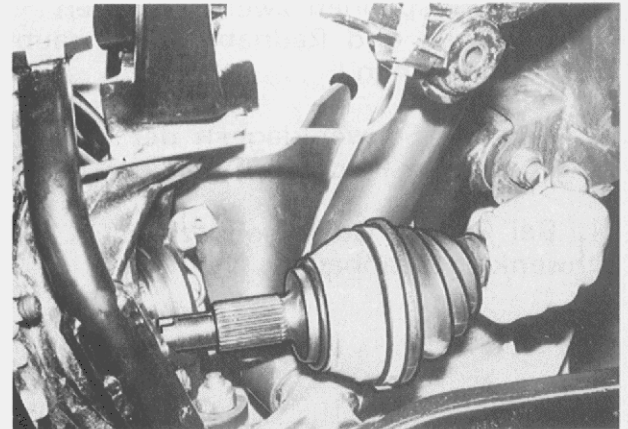

Bild 292
8. Gelenkwelle aus der Radnabe etwas herausziehen und hochbinden (Bild 292).